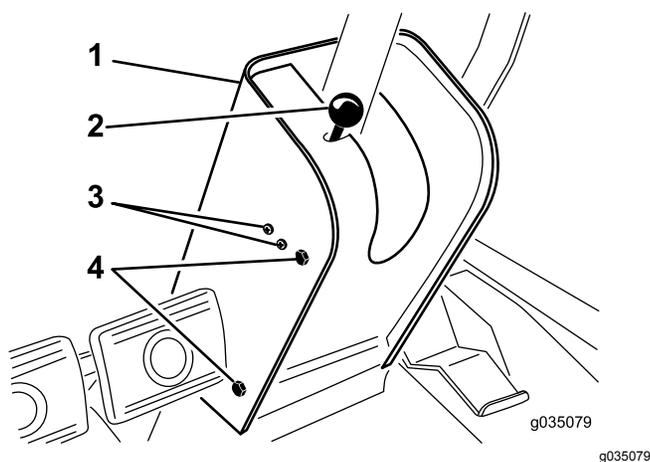

Figura 73
- Rimuovete la manopola dall'asta del freno di stazionamento e le viti dal copripiantone dello sterzo (Figura 73).
- Allentate le viti e i dadi che fissano l'interruttore del freno di stazionamento sul lato sinistro del piantone dello sterzo (Figura 73).